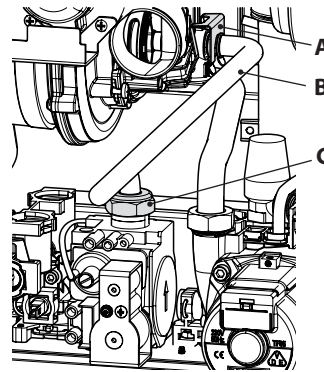

Figura 8.1
- Quite la horquilla A, desenrosque la tuerca loca C y extraiga el tubo del gas B (Figura 8.1).
Atención: para el reensamblaje realice las operaciones efectuadas en orden inverso, asegurándose de no estropear la junta tórica del gas al introducir el tubo en el aerotech, y realice la prueba de estanqueidad del gas tras haber apretado la tuerca loca del tubo de gas (Figura 8.1).